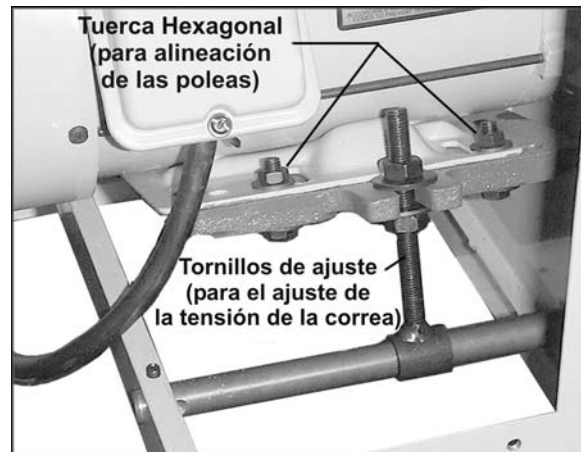

Figura 12
2. Afloje la tuerca inferior en el tornillo de ajuste del motor (Figura 12) con una llave de 17 mm.
5. Ajuste la tuerca inferior en el tornillo de ajuste (Figura 12).
2. Si la regla no está alineada con las dos caras de las poleas, abra la partes posterior del panel y afloje las tuercas en la base del motor (vea la Figura 12) con una llave de 12 mm.